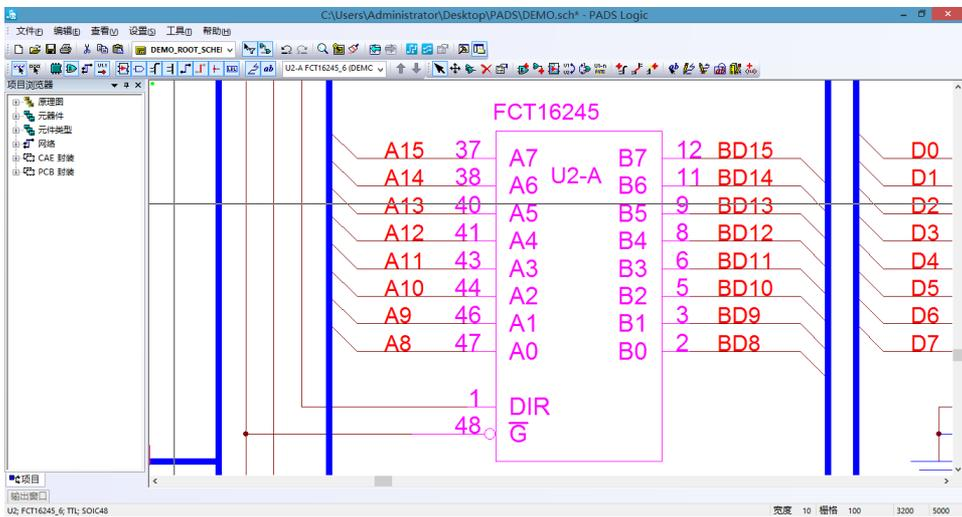

图 2-31 显示的一个被选中的元件
(4) 执行“查看”“选择”命令，可以显示视图为所选中的对象。图 2-31 所示即为执